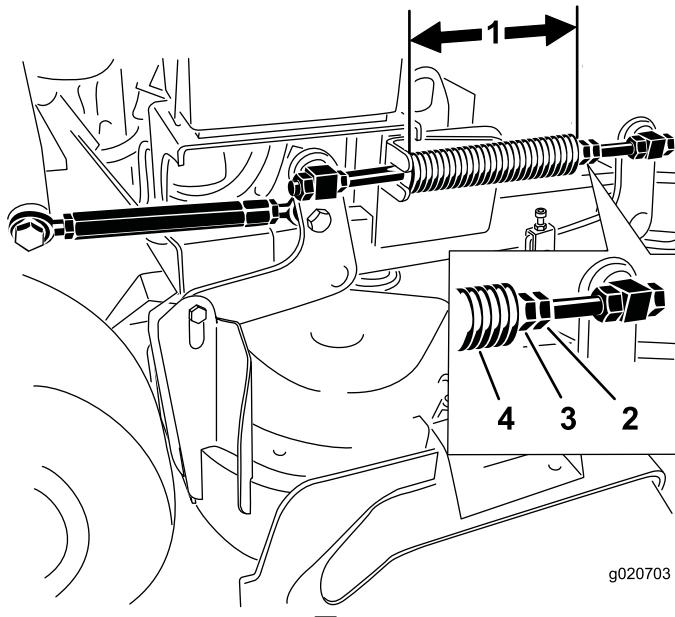

図88
- 注** 通常は、この長さが、36インチ91cmデッキでは28.2cm、40インチ102cmデッキでは25.7cmであることが必要である図88。
3. スプリングのジャムナットをゆるめ、各スプリングの前に付いているナットでこの距離を調整する図88。
4. スプリングのジャムナットを締めて調整ナットを固定する図88。